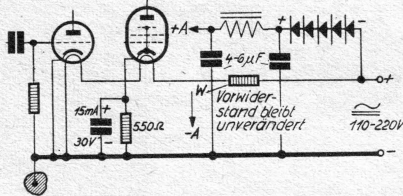

Abb. 1. Umschaltung unter Zuhilfenahme eines Selengleichrichterelements.
1. Beibehaltung des Heizstromkreises und Verwendung eines Selen-Gleichrichters. (Siehe Abbildung 1.)